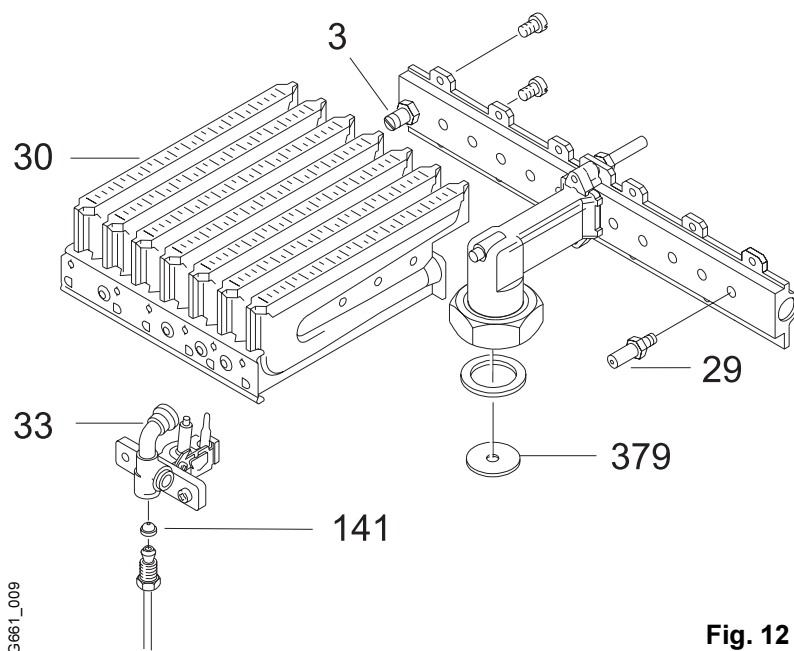

Fig. 12
2. Desmontar el quemador (pos. 30, fig. 12). Desenroscar los grupos izquierdo y derecho del quemador y cambiar las boquillas inyectoras (pos. 29, fig. 12).
3. Cambiar la boquilla del quemador piloto (pos. 141, fig. 12).
5. Cambiar la anilla de estrangulación (pos. 379, fig. 12) (sólo para ZW).